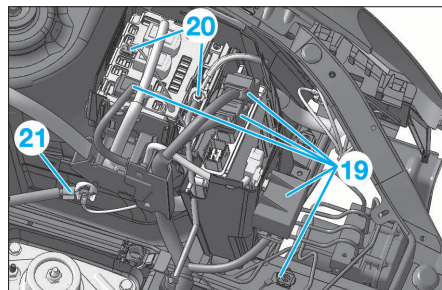

FIG. 76
- la pompe de réamorçage (18).
- Débrancher, écarter et brider (Fig.76) :
- le faisceau moteur (19)
- le câble positif (20) du boîtier de servitude moteur
- le câble de masse (21).